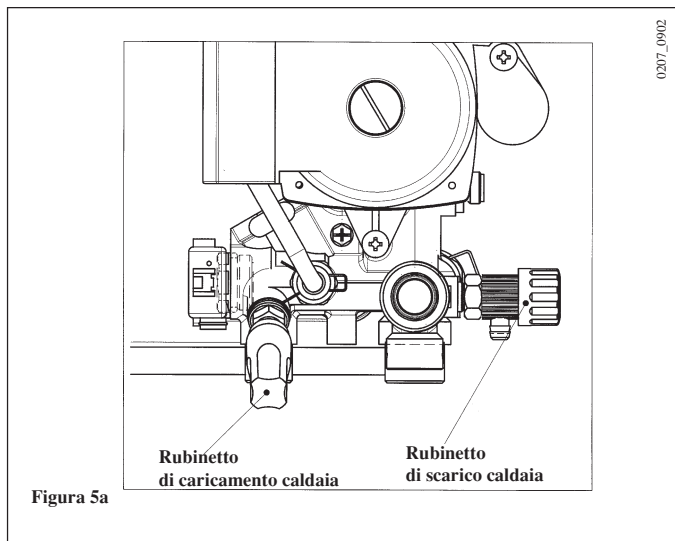

Figura 5a
**4. Riempimento impianto** Importante: Verificare periodicamente che la pressione, letta sul manometro (11), ad impianto freddo, sia di 1 - 1,5 bar. In caso di sovrappressione agire sul rubinetto di scarico caldaia. Nel caso sia inferiore agire sul rubinetto di caricamento della caldaia (figura 5a o 5b). E' consigliabile che l'apertura di tale rubinetto sia effettuata molto lentamente in modo da facilitare lo sfiato dell'aria. Se si dovessero verificare frequenti diminuzioni di pressione chiedere l'intervento del Servizio di Assistenza Tecnica autorizzato.